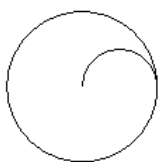

图 4.7.12 水平移动图元
- ：选取该命令后，图元水平移动，在系统  的提示下，输入值 20，单击鼠标中键完成移动，如图 4.7.12 所示。